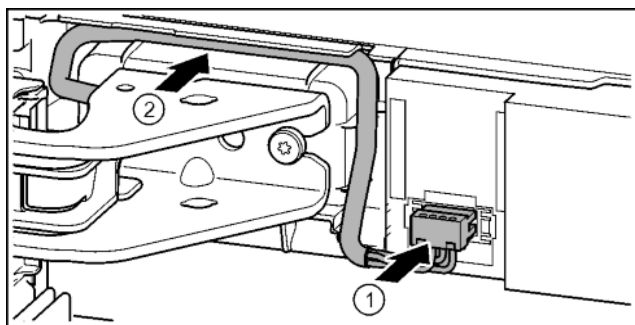

Fig. 33
- ▶ Stecker über oberen Lagerbock einrasten und Kabellitzen vorsichtig in Kanal legen. Fig. 33 (1)
- ▶ Graues Kabel vorsichtig in der Führung über dem oberen Lagerbock verlegen. Fig. 33 (2)